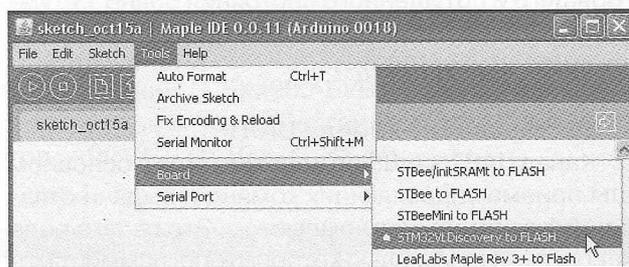
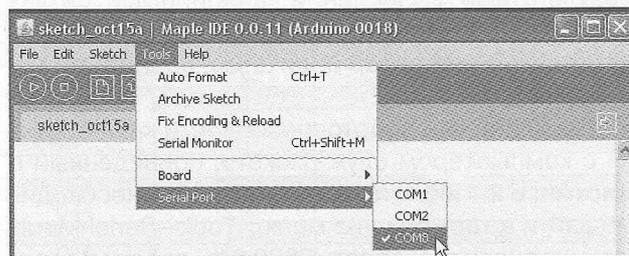

Рис. 24
Рис. 25
2) Подключить стенд к компьютеру двумя кабелями. Запустить на выполнение файл C:\MapleDiscovery\maple-ide.exe. Задать тип платы «Tools-Board-STM32VLDISCOVERY to Flash» (рис. 24) и уникальный номер виртуального COM-порта Arduino «Tools-Serial Port» (рис. 25).